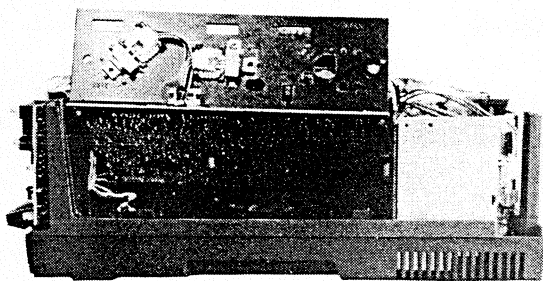

Abb. 13
3. Drehen Sie die Schaltplatine entsprechend Abb. 13 und führen Sie die Reparatur durch.